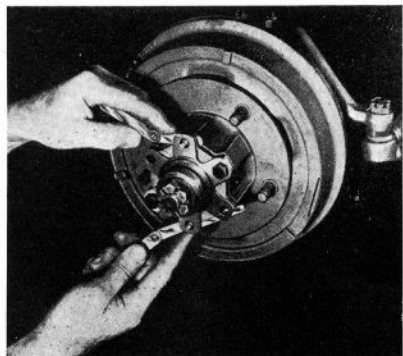

FIGURE 11.—Vérification du jeu axial de l'arbre des roues—arrière.
6. Quand les arbres de commande de roue avant sont munis de joints Bendix ou Tracta, on monte le flasque entraîneur du moyeu de roue avant sans cales d'épaisseur sur la face du moyeu. Mettre en place le flasque entraîneur de moyeu et mesurer avec une jauge d'épaisseur l'écartement entre la face du moyeu et la face antérieure du flasque entraîneur (voir fig. 11). Cette mesure déterminera le nombre de cales d'épaisseur que l'on devra monter. Pour obtenir un jeu correct dans le joint de cardan, il faut ajouter des cales d'épaisseur dont l'épaisseur totale est égale à l'épaisseur mesurée. Enlever ensuite le flasque